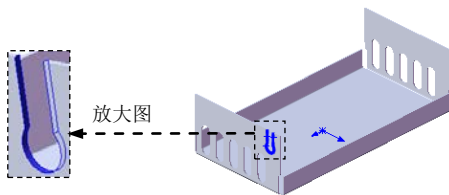

图 11.3.28 切除—拉伸 3
② 定义方向 1 的参数。在 **方向 1** 区域的 **距离** 文本框中输入数值 7.0；在 **数量** 文本框中输入数值 5。
(3) 定义阵列源特征。单击 **要阵列的特征(F)** 区域中的文本框，选取切除—拉伸 2 作为阵列的源特征。
(4) 单击 按钮，完成阵列（线性）1 的创建。
Step10. 创建图 11.3.28 所示的切除—拉伸 3。